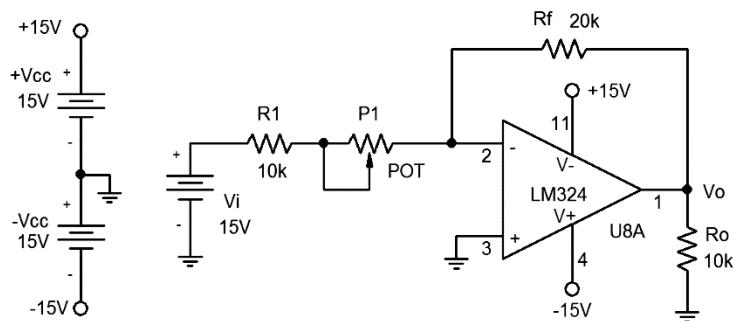

Figura 1.
- O que é o “SLEW-RATE” (SR)? Calcular, para um AOP montado com o CI 741, a frequência máxima de um sinal senoidal de 12 Vp. Observação: SR (741) = 0,5 V/μs.
**5** – Qual é a faixa de ajuste do ganho de tensão para o circuito da Figura 1? Considerar P1 = 5 kΩ, R1 = 10 kΩ e Rf = 20 kΩ. *Resposta: Avo min = 1,33 e Avo max = 2.*